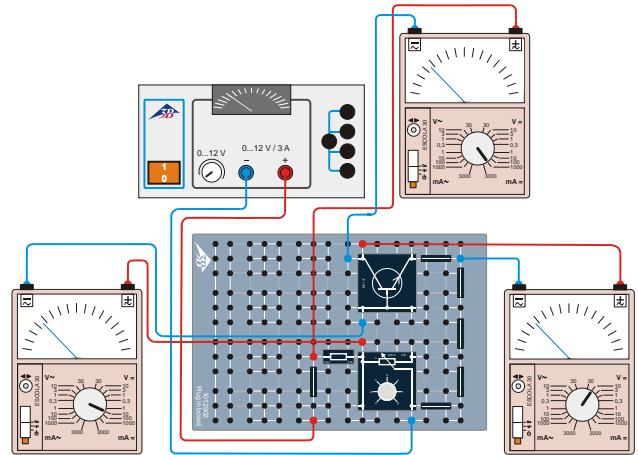

Fig. 4: Esquema del cableado para registrar la línea característica de control.
- Se monta el circuito de acuerdo con la Fig. 4. Los tres multímetros analógicos conectados sirven para el control de la tensión colector-emisor  $U_{CE}$  así como para la medición de la intensidad de la corriente de base  $I_B$  y la intensidad de la corriente de colector  $I_C$ .